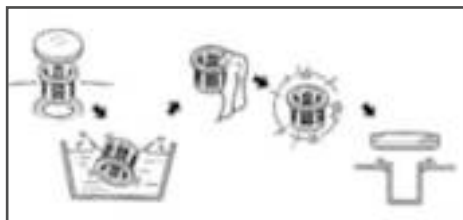

Рис. 21
В топливном баке установлены два сетчатых топливных фильтра. Один фильтр устанавливается в заливной горловине топливного бака. Второй фильтр конструктивно объединен со штуцером топливного бака и установлен внутри бака (Рис. 21).
Топливный фильтр (2), установленный в горловине бака, проверяйте при каждой заправке бака топливом. При необходимости вынимайте сетчатый фильтр из бака и производите его очистку (Рис. 21). Регулярно проверяйте целостность сетчатого фильтра, при обнаружении механических повреждений замените сетчатый фильтр.